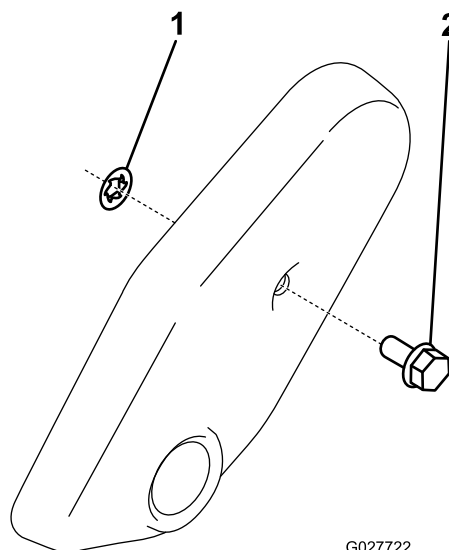

Figura 7
2. Deslize a porca de bloqueio para o tampão da cobertura da correia (**Figura 7**).